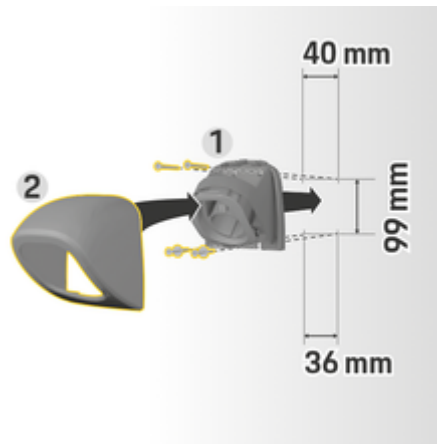

Fig. 28: Cotes de perçage
1. Retirez le support de prise **1** du couvercle (Fig. 28) **2** (Fig. 28).
4. Vissez le support de prise **1** (Fig. 28) dans le mur.
5. Placez le couvercle **2** (Fig. 28) sur le support de prise **1** (Fig. 28) par le bas et pressez vers le haut.